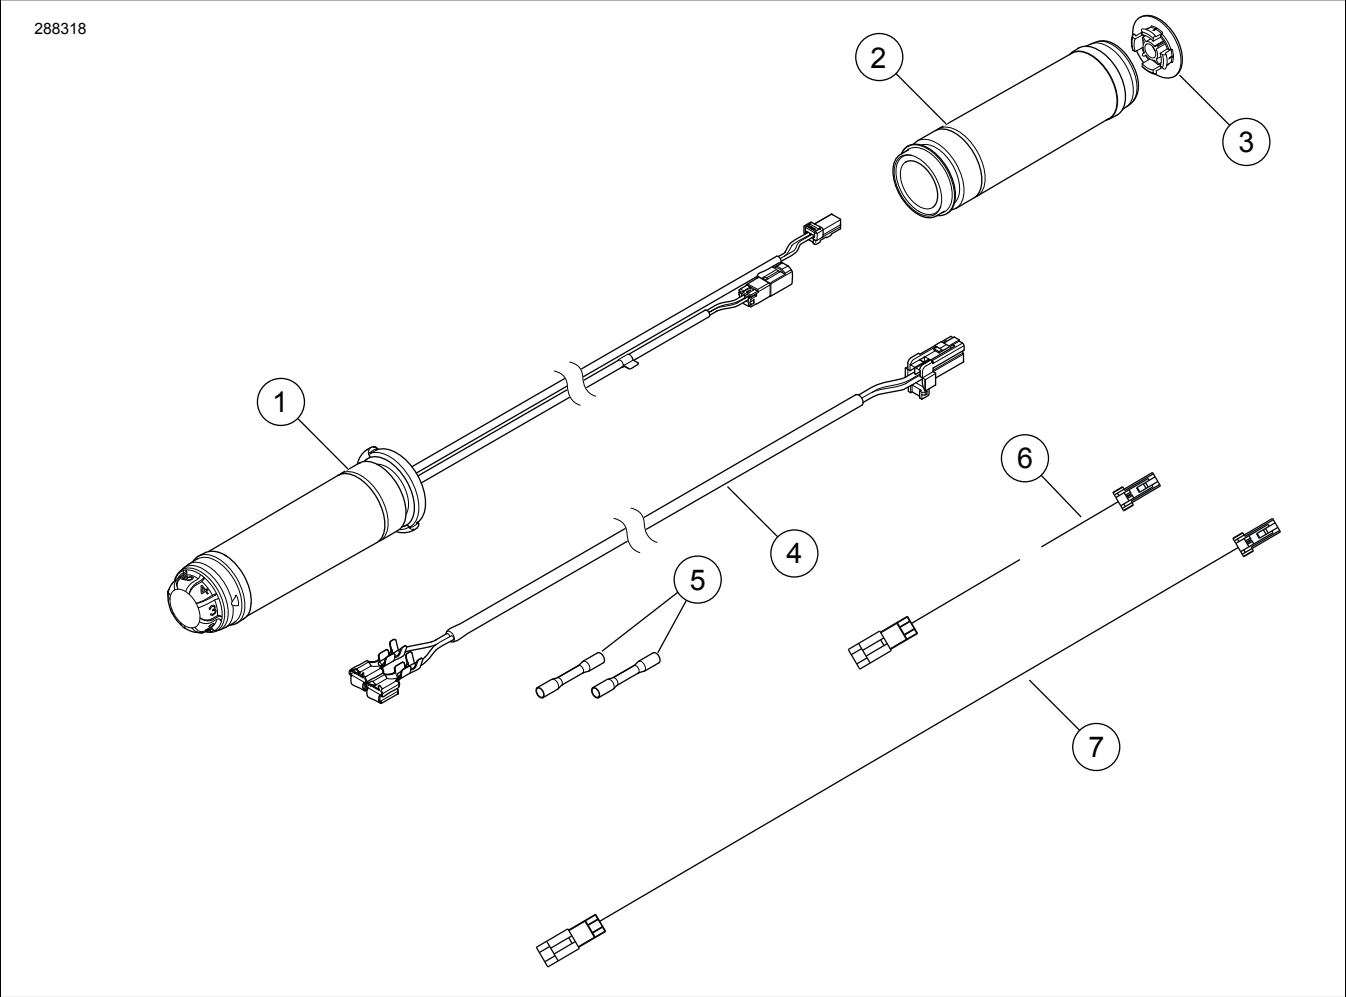

Figura 10. Piezas de servicio: Kit de empuñaduras con calefacción
1. Vea Figura 10 . Obtenga el conjunto del arnés del kit. Corte las dos terminales de paleta del arnés.
- b. Vea Figura 10 . Empalme el cableado de la luz de punta del guardabarros cerca del conector utilizando dos conectores de empalme (5) del kit.